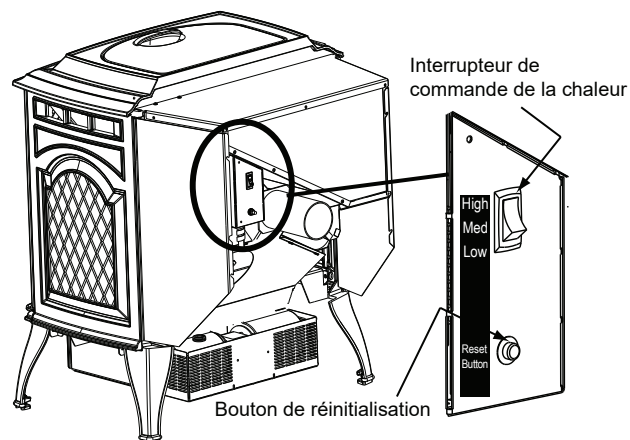
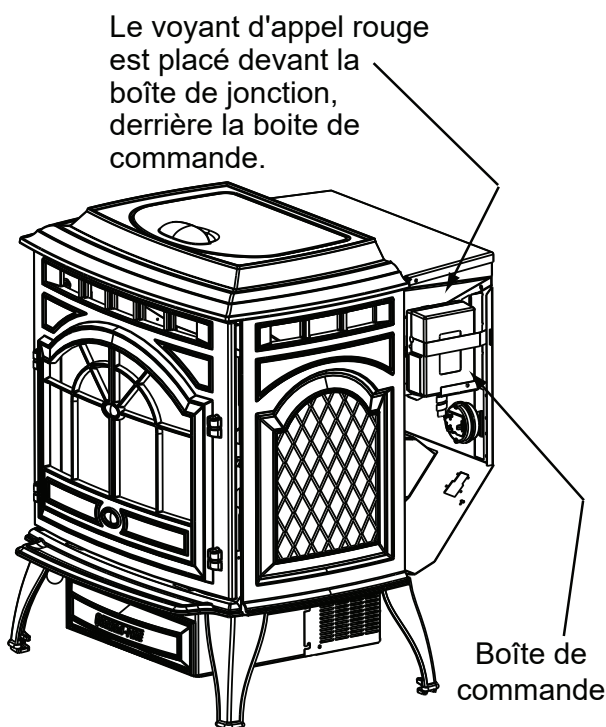
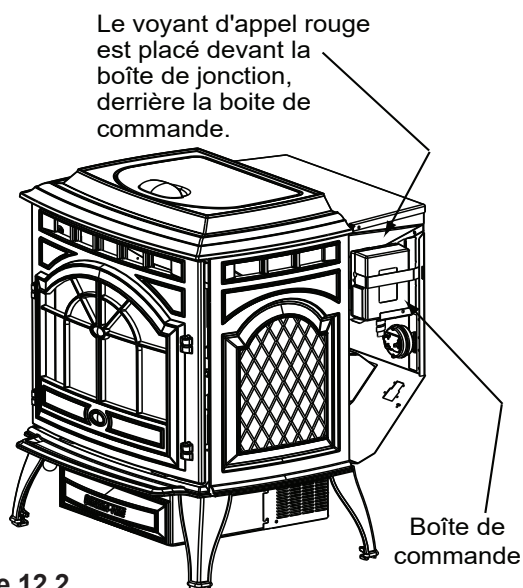

Figure 10.1
Figure 11.1
Figure 12.2
3. Localisez l'interrupteur de contrôle de l'intensité du chauffage situé au dos de l'appareil du côté droit supérieur. **Figure 10.1 page 10.** Réglez-le sur « haut » en enfonçant l'extrémité de l'interrupteur de contrôle, puis réglez le thermostat sur la température maximum. Retirez le panneau de droite et le voyant d'appel rouge situé à gauche de la boîte de commande s'allumera. **Figure 11.1.** Cela indique que le thermostat demande de la chaleur.
3. L'appareil peut parfois brûler tout le combustible et s'arrêter automatiquement. Dans ce cas, le voyant d'appel rouge sera allumé. **Voir la figure 12.2.** Pour le remettre en marche, remplissez la trémie et pressez le bouton de réinitialisation. **Voir la figure 11.1, page 8.** Le voyant d'appel rouge s'éteint quand vous pressez le bouton de réinitialisation. Relâchez le bouton et le voyant se rallumera. Vous devez voir des flammes apparaître après un court instant. Si ce n'est pas le cas, suivez les instructions de la rubrique « Allumage de votre premier feu » à la **page 9**.